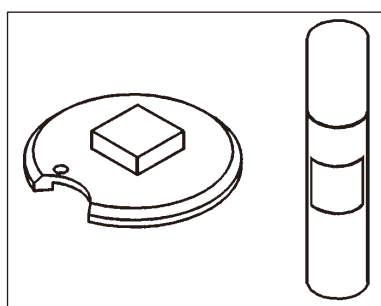

Fig. 19
- Fissare il campione al disco portacampione con del collante al cianoacrilato (→ Fig. 19).